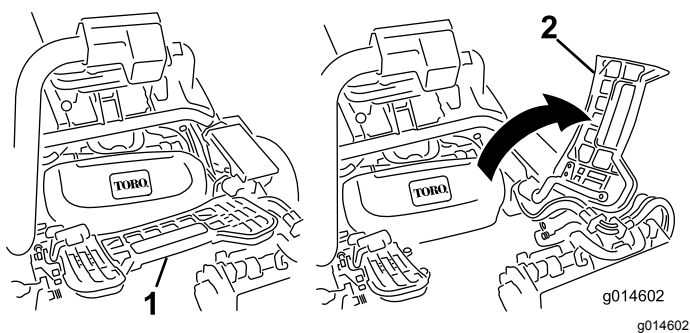

Figura 35
2. Levante el reposapiés y gírelo hacia arriba, para tener acceso a la posición de la unidad de corte central (Figura 35).